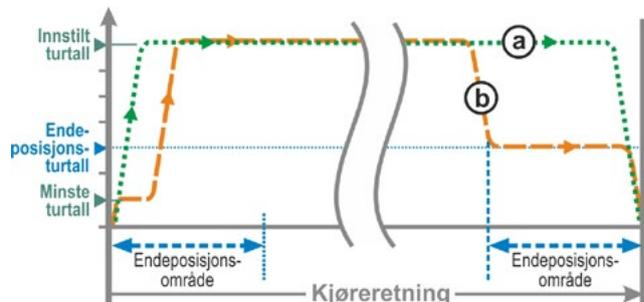

Fig. 3: Endeposisjonsturtall, "Hurtigstart/-stopp"
- Ved **veiavhengig** utkobling blir turtallet redusert kort før endeposisjonen, slik at aktuatoren kommer til stillstand, uten å kjøre over endeposisjon, se fig. 3. Kurve **a**.